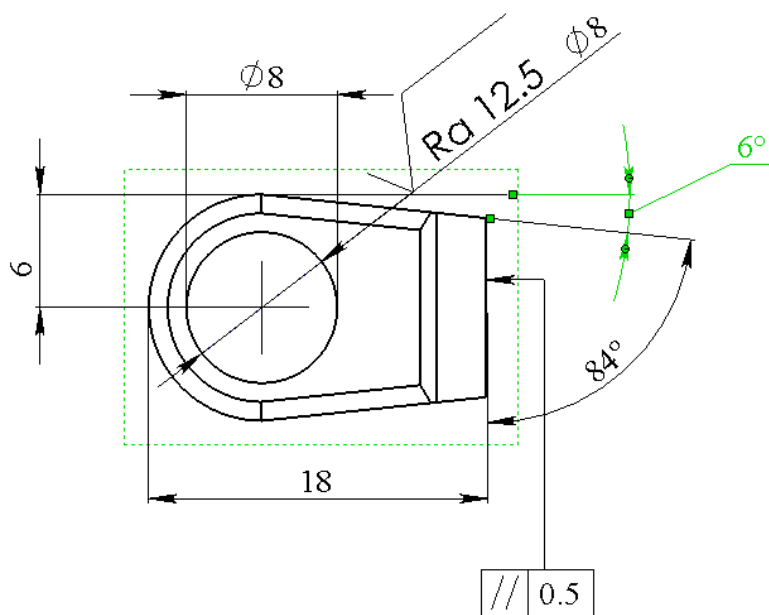
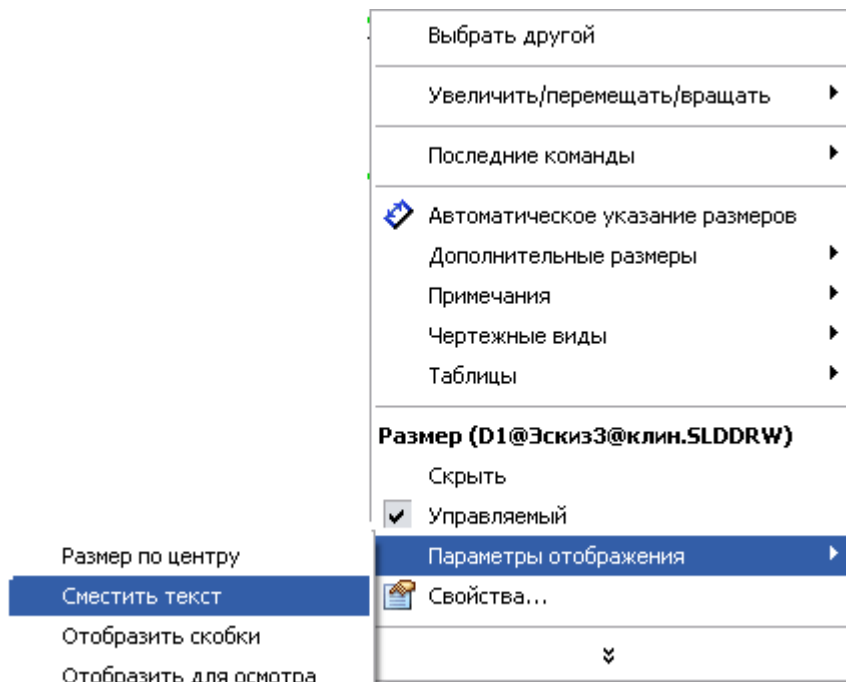

Рис. 23
Рис. 24
4. Для отображения углового размера «6°» на выносной полке расположите размер между выносными линиями, как показано на рис. 23, после чего нажмите на тексте размера правой кнопкой мыши и в контекстном меню включите параметр **Параметры отображения/Сместить текст** (рис. 24).